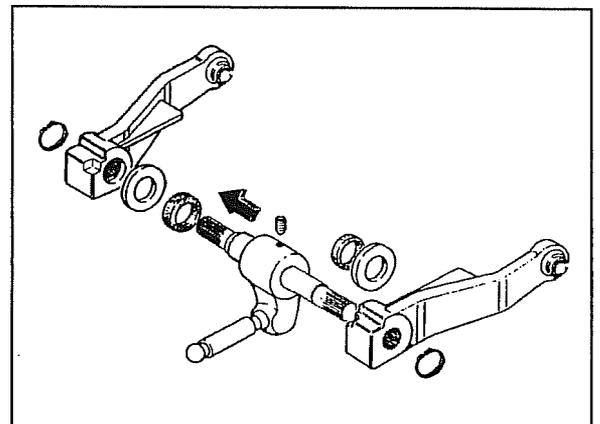

Fig. 33
- Dar vuelta el grupo, extraer el eje de la parte en que tienen mayor diámetro, es decir hacia la derecha respecto al sentido de marcha (en dirección de la flecha en la fig. 33).
- La fig.33 muestra en detalle el grupo biela eje y brazos elevador.